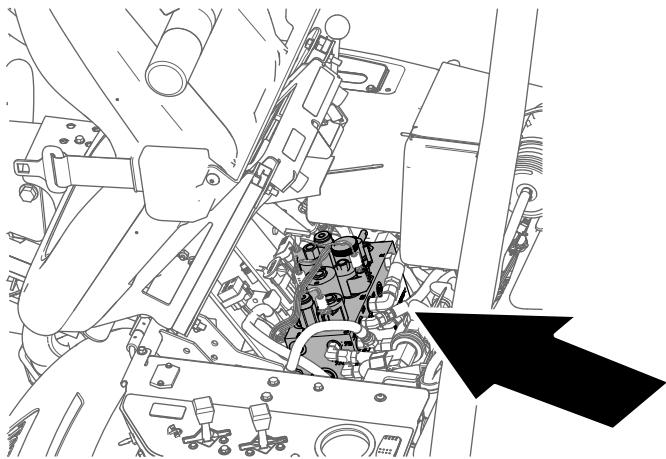

Figura 50
4. Incline el asiento del operador hacia adelante y coloque la varilla de sujeción (Figura 50).